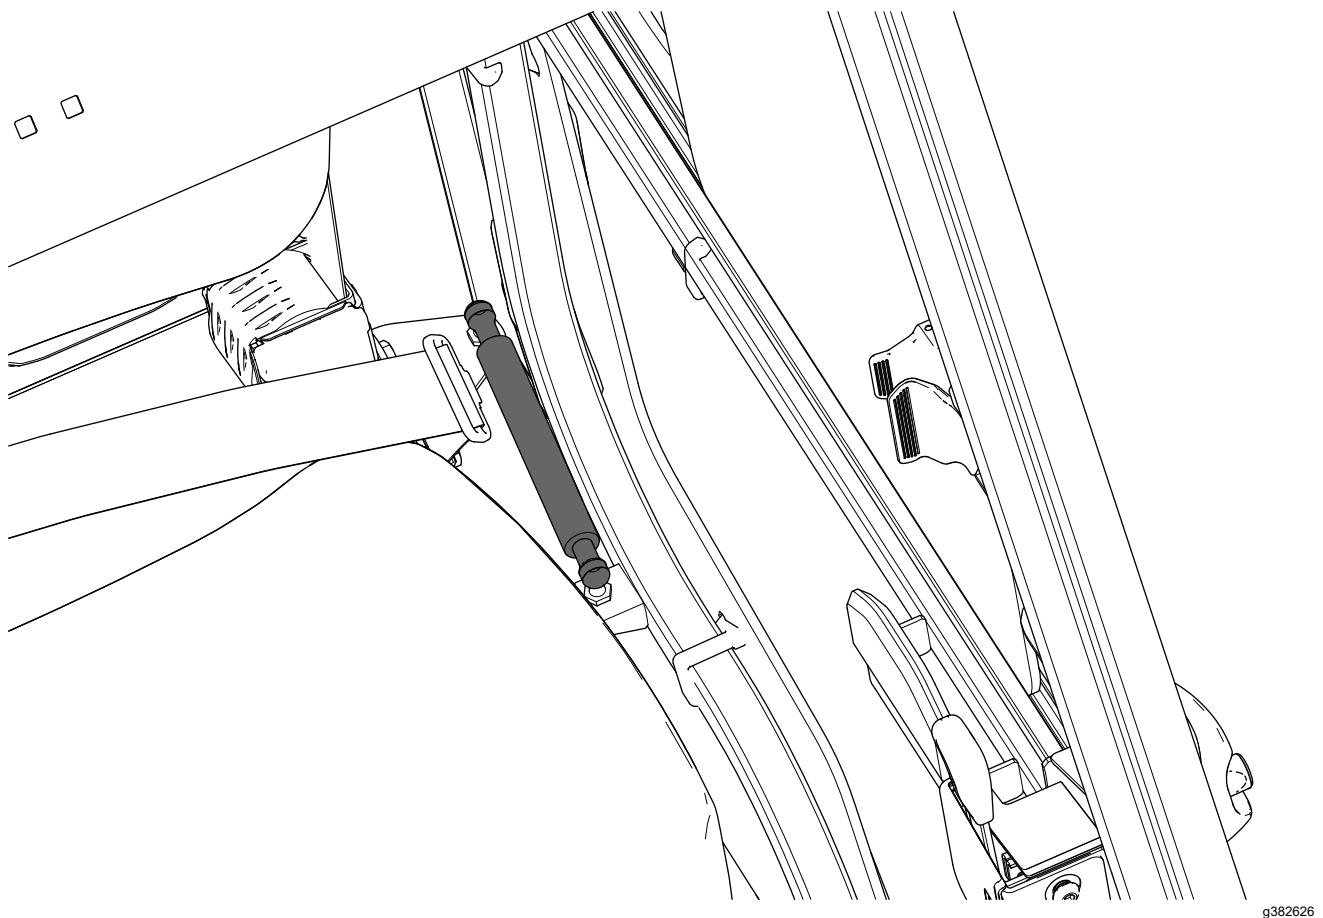

Figura 8
5. Fissate una molla a gas ai supporti per montante di sinistra (Figura 8).
Assicuratevi di orientare la molla a gas come illustrato nella Figura 8.